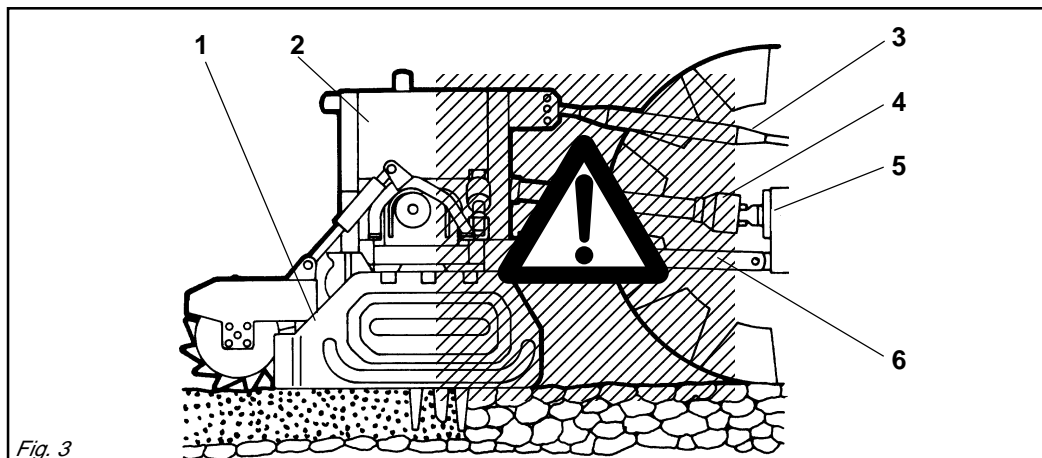

Fig. 3
- 24) È assolutamente vietato interporci tra il trattore e la macchina (Fig. 3) con motore acceso e cardano inse-
- 24) *It is absolutely forbidden to stand between the tractor and the implement (Fig. 3) when the engine is running and the cardan shaft is engaged without having first engaged the hand brake and placed a block or stone under the wheels to prevent them from moving.*
- 24) Es ist absolut verboten, bei laufendem Motor und eingeschalteter Gelenkwelle zwischen den Schlepper und das Gerät zu treten (Abb. 3). Dazu muß die Feststellbremse gezogen werden und unter die Räder ein Bremskeil oder ein großer Stein gelegt worden sein.
- 24) *Il est absolument interdit de se mettre entre le tracteur et l'appareil (Fig. 3) quand le moteur est en marche*
- 24) Está terminantemente prohibido colocarse entre el tractor y el equipo (Fig. 3) con motor encendido y cardán inserido, o sin haber accio-
- 28) È assolutamente vietato interporre fra il trattore e l'attacco della macchina per manovrare il comando dall'esterno per il sollevamento (Fig. 3).
- 28) *It is absolutely forbidden to stand between the tractor and the implement when manoeuvring the lift control from the outside (Fig. 3).*
- 28) Es ist absolut verboten, zwischen den Schlepper und den Anschluß zu treten, um die Aushebung von außen zu betätigen (Abb. 3).
- 28) *Il est absolument interdit de se mettre entre le tracteur et l'attelage pour manoeuvrer la commande de relevage de l'extérieur (Fig. 3).*
- 28) Está absolutamente prohibido colocarse entre el tractor y el enganche para maniobrar el mando desde el externo en la fase de elevación (Fig. 3).